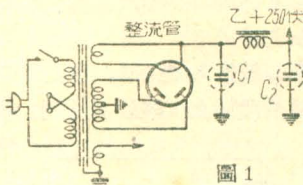

图1
1. 首先试验广播波段(线路见图1)：
1. 整流级 最常见的交流声发生原因，是滤波前后的电容器使用日久，电解质电容器内电液干燥；电容量日渐减退。图1中 C_1 除作整流后滤波以减轻交流声外，如电容量大，尚可以提高整流后输出电压。故 C_1 电容量够大时，不单减低了交流声，而且可以加大音量。 C_1 干枯或开路后，交流声显著增加；甚至压住信号无法收音，同时高压也必定低落。 C_2 系滤波输出电容器，除对整流后脉动直流发生滤波作用外；同时也是中间频率及低频率的通路（有高放级的多有退交连电路，高频另有通路）。 C_2 电容量够大时，可以使声音清晰动听。如 C_2 干枯或开路时，不单有交流声发生，甚或发生汽船声或叫声，但高压并不低落。检查上述两电容器是否干枯或开路，可用一个新的8微法或16微法电解电容器并联一試。如交流声或汽船声消灭，即证明原电容器已失效，可另换一新电容器。如为开路即应焊好。